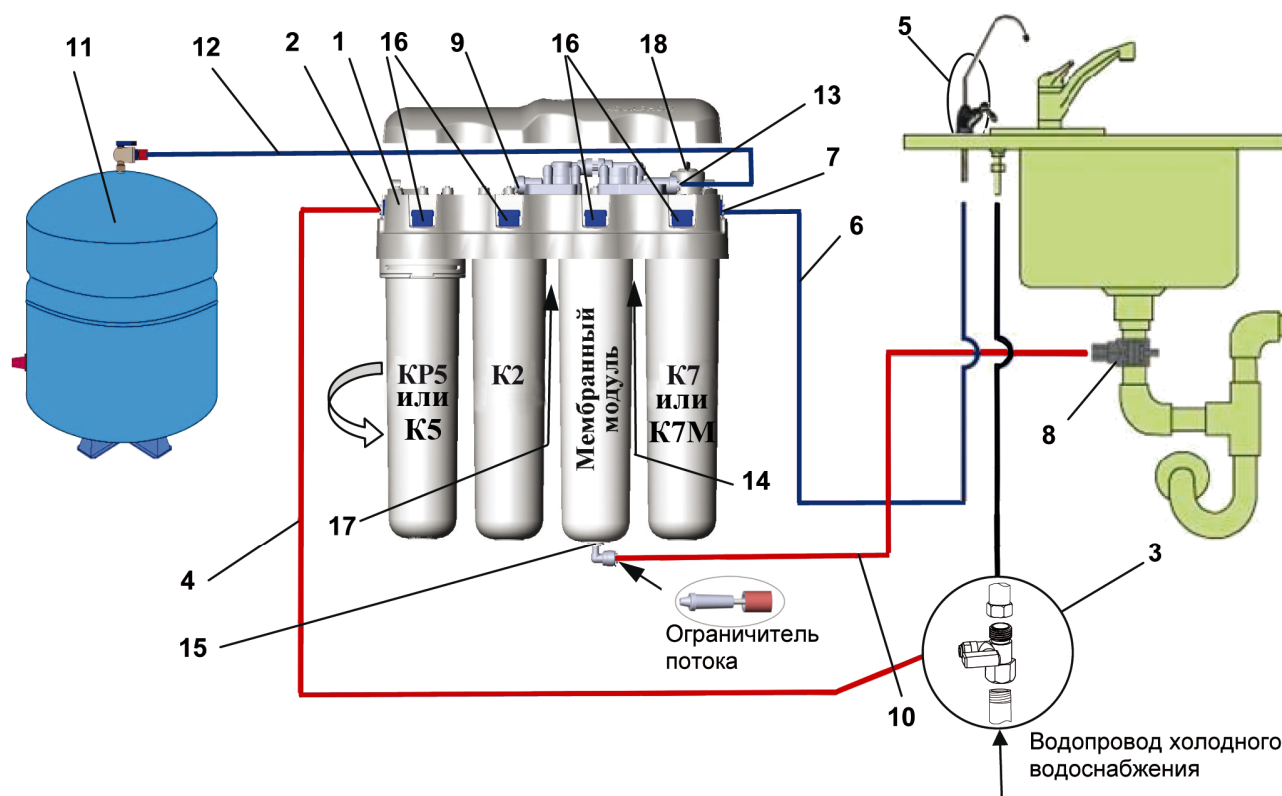

Рисунок 7. Схема установки водоочистителя
Ограничитель потока должен находиться со стороны мембранного модуля (рис. 7).
Порядок установки модулей изображен на рис. 7.
Установка водоочистителя (рис. 7)
- Вместо мембранного модуля устанавливается заглушка (находится под крышкой водоочистителя – см. рис.7 поз. 18). Установите модули в последовательности, указанной на рис. 8: K2, KP5 (K5), заглушка, K7 (K7M).
- Установите модули на свои места (см. рис. 7)
- Нажав до упора и удерживая стопорную кнопку (16) (см. рис. 7), поверните использованный фильтрующий модуль против часовой стрелки и снимите его.
- нажав до упора и удерживая стопорную кнопку на крышке водоочистителя, выкрутите использованный фильтрующий модуль против часовой стрелки (рис. 7);
- вставьте модуль в блок коллекторов до упора и, слегка надавливая, поверните модуль по часовой стрелке до щелчка (рис. 7);